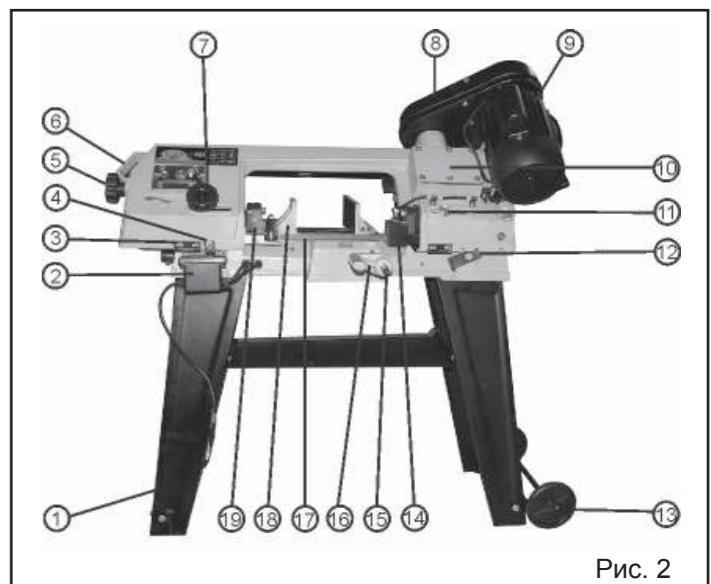
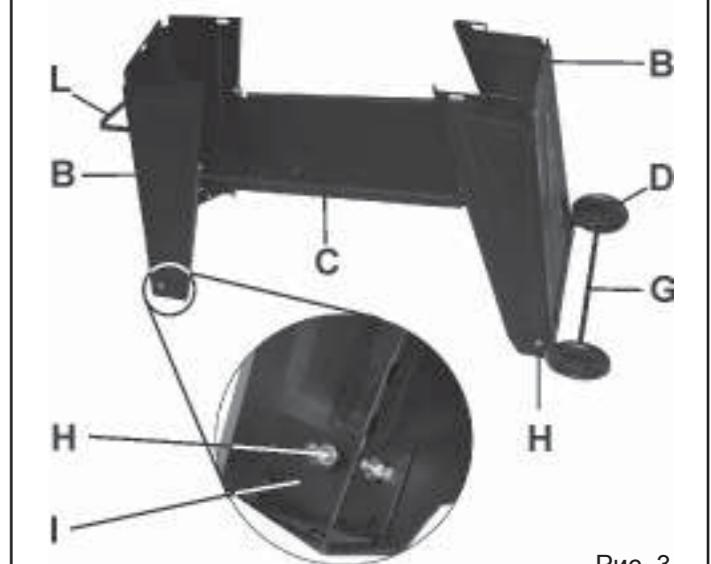

Рис. 2
Рис. 3
**7. УСТРОЙСТВО ЛЕНТОЧНОЙ ПИЛЫ (Рис. 2)**
8.1.2. Используя детали поставки: стойка (B) – 2шт., поддон (C), ролик (D) – 2шт., балка (G), опора (I) – 4шт., ручка стойки (L) и детали крепления (H) Рис.1 собрать, как показано на Рис.3 основание. Ролики (D) и ручка стойки (L) – зафиксировать шплинтами.
8.2.1. Ленточную пилу (A) установить и используя болтовые соединения деталей крепления (H) Рис.1, закрепить на основании (1) Рис.2.
8.2.2. Для повышенной устойчивости, через специальные отверстия (в опорах I Рис.3) в нижней части основания (1) Рис.2, ленточную пилу рекомендуется закрепить анкерным соединением к поверхности пола.
**8.3. Установка подвижного упора (рис.2)**
8.3.1. В специальное отверстие станины ленточной пилы установить и закрепить ось упора (15), на оси упора установить и закрепить упор (16) Рис.2.
9.1.4. По окончанию выполнения пунктов 9.1.1 – 9.1.3 закрыть кожух привода (8) в противном случае Вы не сможете включить ленточную пилу т.к. кожух привода (8) оборудован конечным выключателем Рис.2.